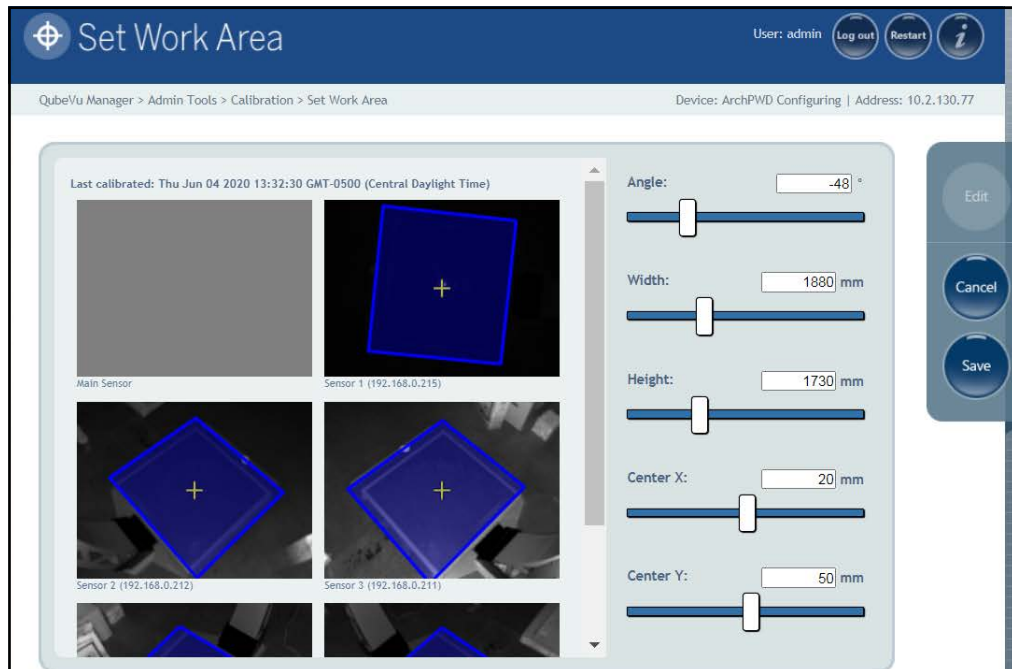

Abbildung 5-18. Konfiguration des Arbeitsbereichs
**HINWEIS:** Die in Abbildung 5-18 gezeigten Standardwerte dienen nur zur Referenz. Die Standardwerte finden Sie in Tabelle 5-4.